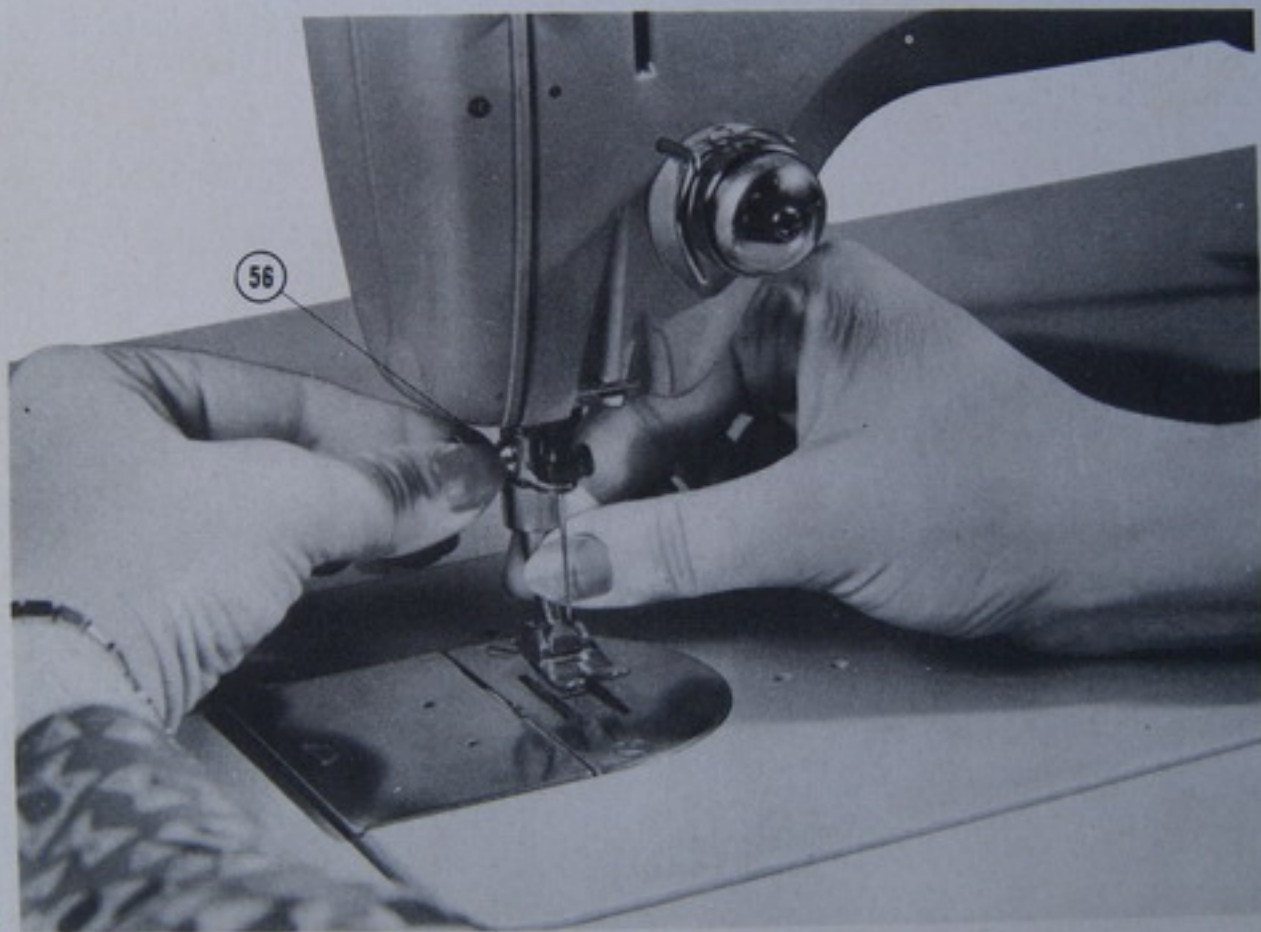

Fig. 21
- 5 — Apriete fuertemente el tornillo de sujeción 56 (Fig. 21).